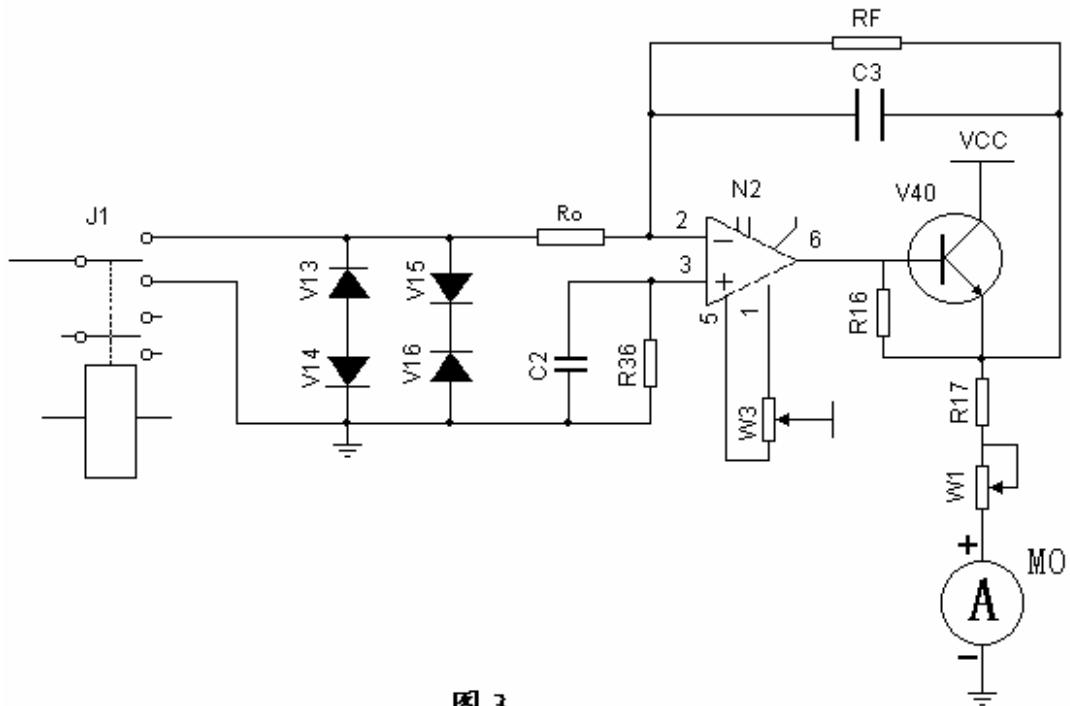

图3
1、测量放大器：见图3，由N2、V40、R₀、R_f组成100倍反相比例放大器。由于有较深的负反馈，漏电流表的读数有良好的线性和很小的零飘，所以仪器面板不设置调零。用户可在定期计量或检修时进行检查，必要时调整仪器内的电位器W3、W1予以满足。